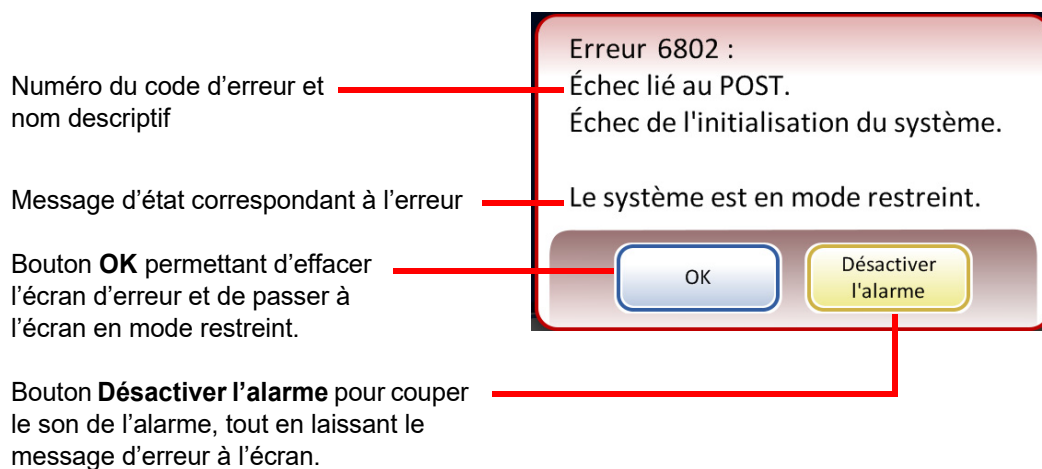

Figure 9-1 Le système a détecté une erreur
- Afficher le message d'erreur et émettre l'alarme audible si elle est activée (consulter la Figure 9-1.) Le système tente de récupérer (une minute ou moins).